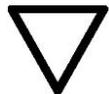

**Abb. 7: Klemmenplan Kaskadenschaltung**
**Die Spannungsversorgungen der Steuerungen, Anschlüsse der 3/2-Wege-Magnetventile, der Schutzleiteranschluss des Differenzdruckmanometers sowie die Abgriffe ggf. erwünschter Störmeldungen ist hierbei nicht gezeichnet, jedoch zwingend gemäß Klemmenplan „Standard“ (siehe Abb. 7) unter Einhaltung der gültigen und betreffenden Vorschriften des VDE und des örtlichen EVU durchzuführen!**